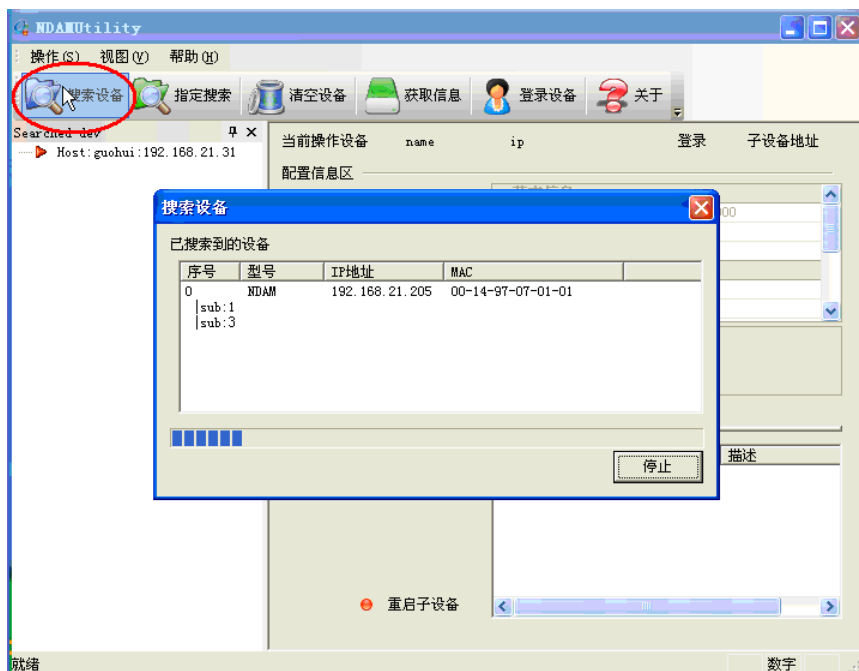

图 3.3 搜索设备
- ② 单击界面上的“搜索设备”按钮，进行设备搜索，如图 3.3 所示。